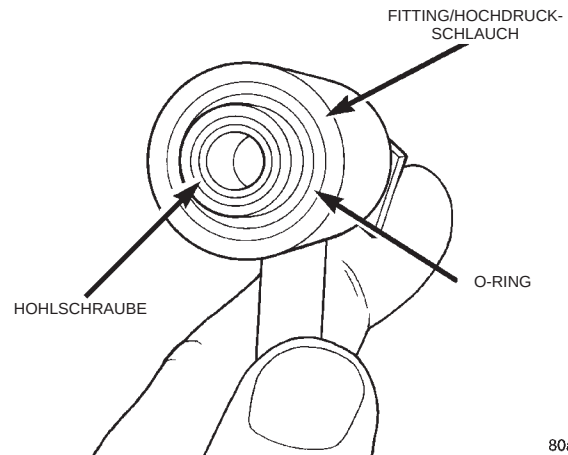

**Abb. 14 O-Ring in Hohlsschraubenfitting montiert**
(1) Den Hochdruckschlauch von unten in den Motorraum schieben und in umgekehrter Reihenfolge wie beim Ausbau einbauen.
(2) Mit einem fusselfreien Tuch die Öffnungen des Schlauchs, der Servopumpe und des Lenkgetriebes sauberwischen.
(3) Einen neuen O-Ring in das Hohlsschraubenfitting am Ende des Schlauchs einsetzen (Abb. 14).